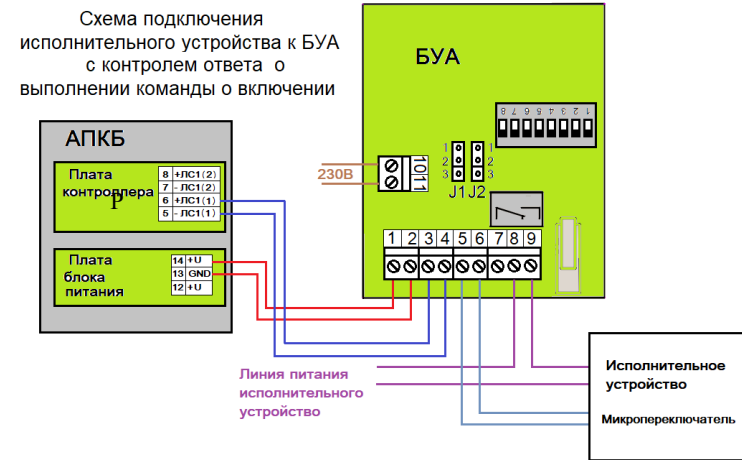

Рисунок 3
4.2 Установить, в соответствии с проектом, адрес БУА (от 1 до 127) с помощью одиночных переключателей DIP-переключателя. Каждому одиночному переключателю (от 1 до 7) присвоено соответствующее значение, которое приведено в таблице 3. Для получения этого значения одиночный переключатель необходимо перевести в положение «ON» (Рисунок 3). Окончательный адрес извещателя будет равен сумме значений одиночных переключателей, переведенных в положение «ON». Более подробную информацию об установке адресов можно получить в руководстве по эксплуатации на АСПС.